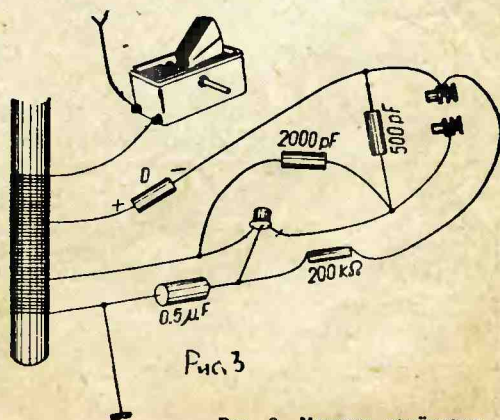

Рис. 3. Монтаж приёмника
Как всегда, собираем сначала предварительную схему по рис. 3. Работу нашего приемника, являющегося обычным полупроводниковым усилителем низкой частоты, проверяем методом подачи на базу первого транзистора любого сигнала звуковой частоты (например, от детекторного радиоприемника). Затем проверим действие «фотоэлемента», то есть транзистора без колпачка. Для этого его достаточно осветить лампой, питающейся от городской электросети. Должно быть слышно слабое гудение, соответствующее частоте 50 гц, с которой меняется интенсивность свечения лампочки. Пресекая освещающий транзистор луч света, махал рукой перед транзистором, услышим в наушниках характерное постукивание. При этом надо найти самое чувствительное к свету место транзистора с одной или другой его стороны.
- Рис. 3. Монтажная схема (предварительная)